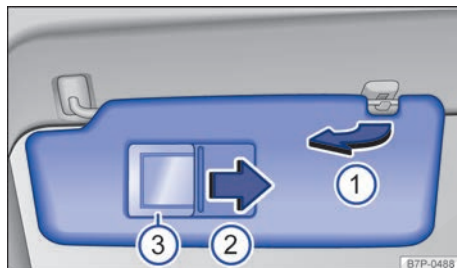

Fig. 127 En el revestimiento interior del techo: parasol para el conductor:
- Se pueden extraer del soporte y girar hacia las puertas en el sentido de la flecha → fig. 127 ①.
En la parte posterior del parasol se encuentra un espejo de cortesía provisto de una tapa → fig. 127 ②. Al desplazar la tapa en el sentido de la flecha ③, se ilumina el entorno del espejo.